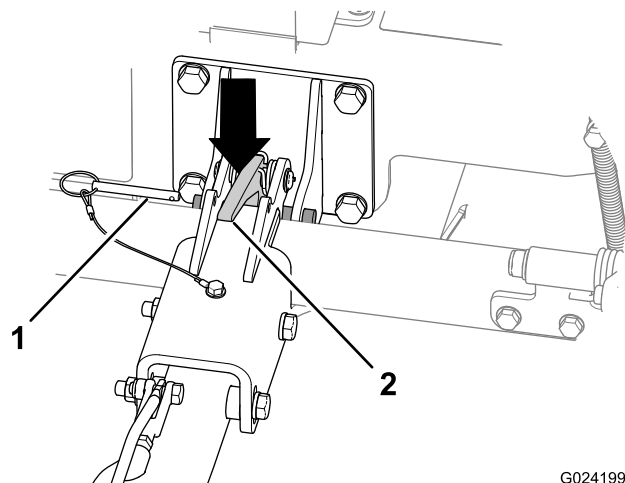

Figura 22
2. Îndepărtați tiftul de blocare (Figura 22).
4. Apăsai în jos elementul de fixare al dispozitivului de remorcare pentru a-l decupla (Figura 22).